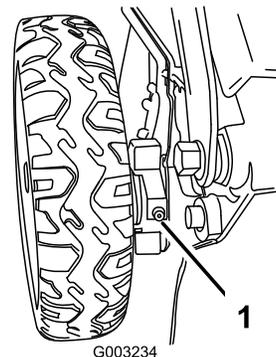

図 43
1. 後輪のすぐ内側にあるグリスフィッティングをきれいに拭く 図 43。